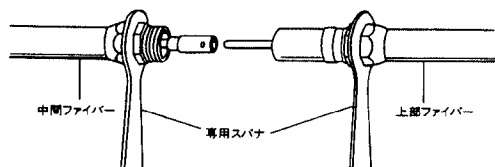

図1
- ①上部ファイバーと中間ファイバーのパイプ内に図1のように専用スパナを差し込みます。スパナは径の小さい方を使用してください。